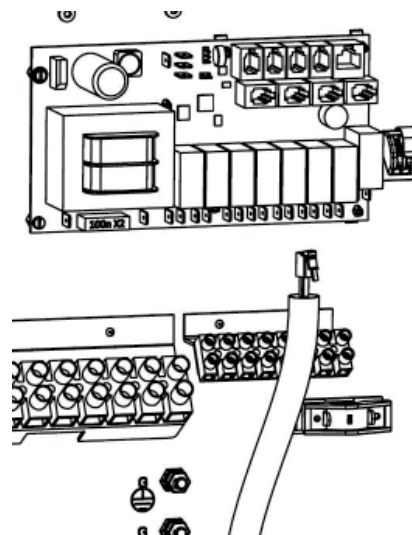

Abb. 14
**ALLE NIEDERSPANNUNGSKABEL MÜSSEN GEMÄSS ABB. 14 VON DEN MITGELIEFERTEN SCHUTZHÜLLEN UMGEBEN SEIN.**